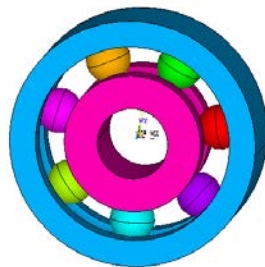

图 11-21 深沟球轴承显示
② 重新显示：Utility Menu > Plot > Replot，结果显示如图 11-21 所示。